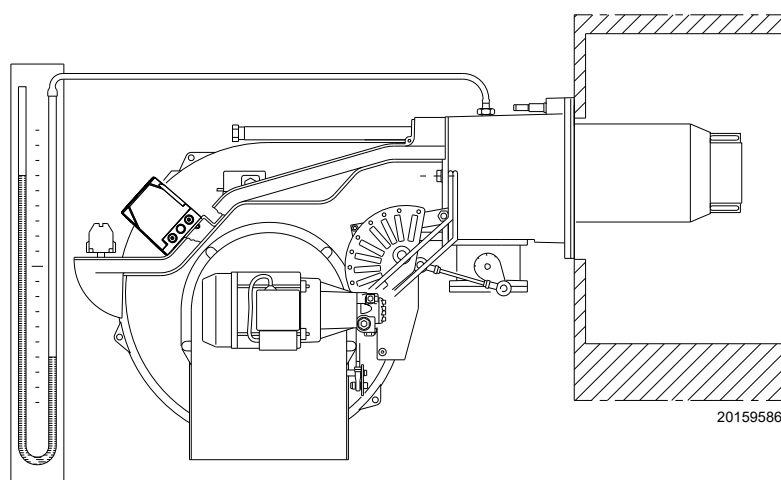

Fig. 33
- Montar un manómetro en U o un manómetro de tipo diferencial (Fig. 33), con toma (+) en la presión del gas del manguito y (-) en la cámara de combustión. Se utiliza para obtener aproximadamente la potencia MÁX del quemador mediante la Tab. K.
Orientativamente, puede obtenerse consultando la Tab. K en pág. 25, basta con leer la presión del gas en el manómetro en "U", ver Fig. 33 en pág. 30, y seguir las indicaciones.